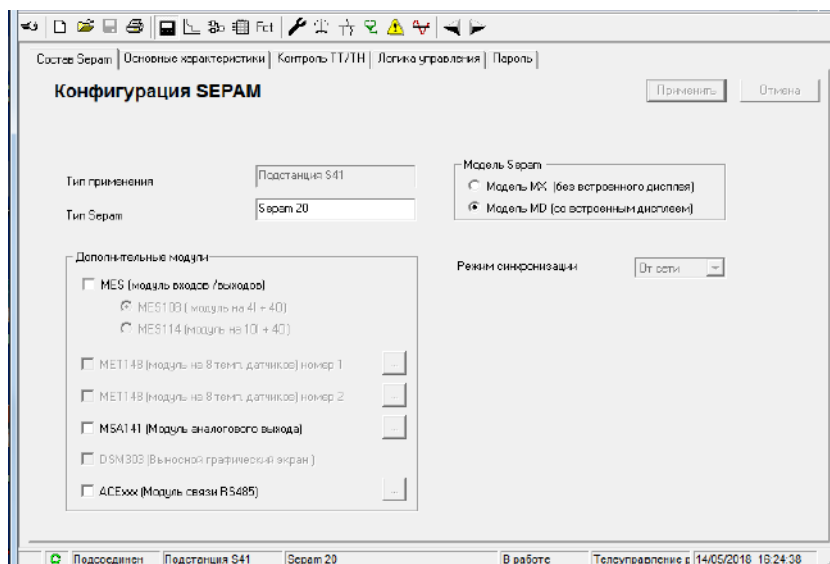

Рисунок 3.4 – Окно «Конфигурация Seram»
7. Открыть вкладку «Конфигурация Seram» (рис. 3.4). В данной работе используется расширительный модуль MES114, поэтому нужно установить «галочку» напротив. Обозначить название блока, например, «Seram 40». Модель блока выбрать «MD» (со встроенным дисплеем). В текстовом поле «Тип Seram» указать тип – 3МН, 3ПН.